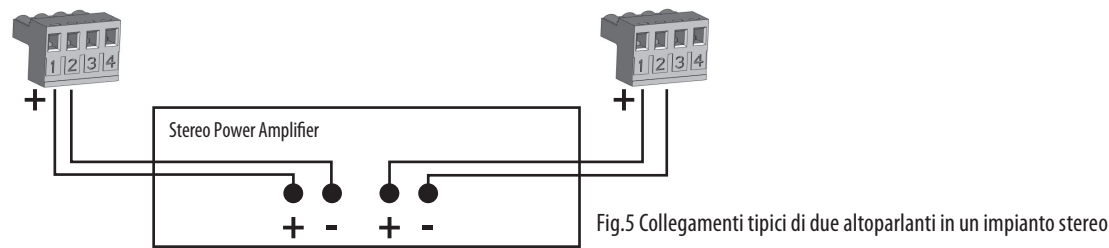

Fig.5 Collegamenti tipici di due altoparlanti in un impianto stereo
4. Schuif het tegelpaneel terug in het verlaagde plafond. De uiteinden van de tegelbrug zullen over de leuningen haken en het gewicht van de luidspreker dragen. (Afb.5)